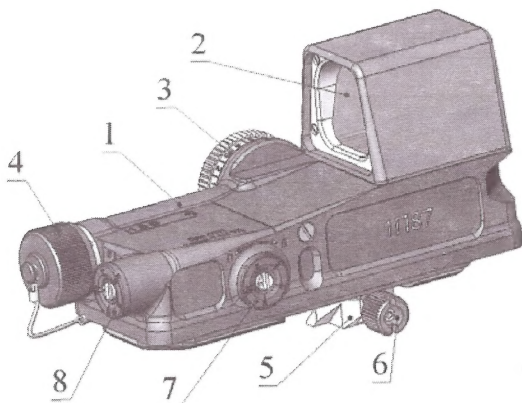

Рис. 1 Прицел коллиматорный 1П87
П(правее), Л(левее) - обозначения механизма выверки 7 (рис.1) по горизонтали;
Н(ниже), В(выше) - обозначения механизма выверки 8 (рис.1) по вертикали;
2.2.2 Проверка готовности прицела и кронштейна АК-ПК к использованию проводится в следующем порядке: достать прицел, установленный на кронштейне АК-ПК, из сумки; включить прицел поворотом ручки 3 (рис.1); проверить наличие свечения прицельной марки; проверить отсутствие мерцания (пульсации) прицельной марки; проверить целостность посадочных поверхностей кронштейна АК-ПК; проверить работоспособность фиксирующих механизмов кронштейна АК-ПК, устанавливая его на оружие; выключить прицел поворотом рукоятки 3 (рис.1). При отсутствии свечения прицельной марки необходимо заменить источник питания.
2.3.1.2 Выверка прицела проводится на стрельбище в безветренную погоду или в тире при удалении мишени на 100 м. Стрельба ведется из оружия несколькими сериями по 4 одиночных выстрела из оружия, закрепленного в станке или из положения лежа с упора по проверочной мишени с обозначенным центром, который служит точкой пристрелки (КТ – контрольная точка). При стрельбе верхняя точка прицельной марки совмещается с КТ. Если по результатам серии выстрелов средняя точка попадания (СТП) оружия сместилась от КТ, то необходимо с помощью механизмов вертикальной (поз.7) и горизонтальной (поз. 8) выверок (рис.1) внести соответствующие поправки ведения стрельбы. Если СТП находится выше КТ, то при помощи механизма вертикальной выверки СТП необходимо смещать вниз, если ниже – вверх. Если СТП находится левее КТ, то при помощи механизма горизонтальной выверки СТП необходимо смещать вправо, если правее - влево. Смещение СТП осуществляется поворотом механизмов вертикальной и горизонтальной выверок на 1 клик, который соответствует смещению 0,25 т.д. (2,5см).